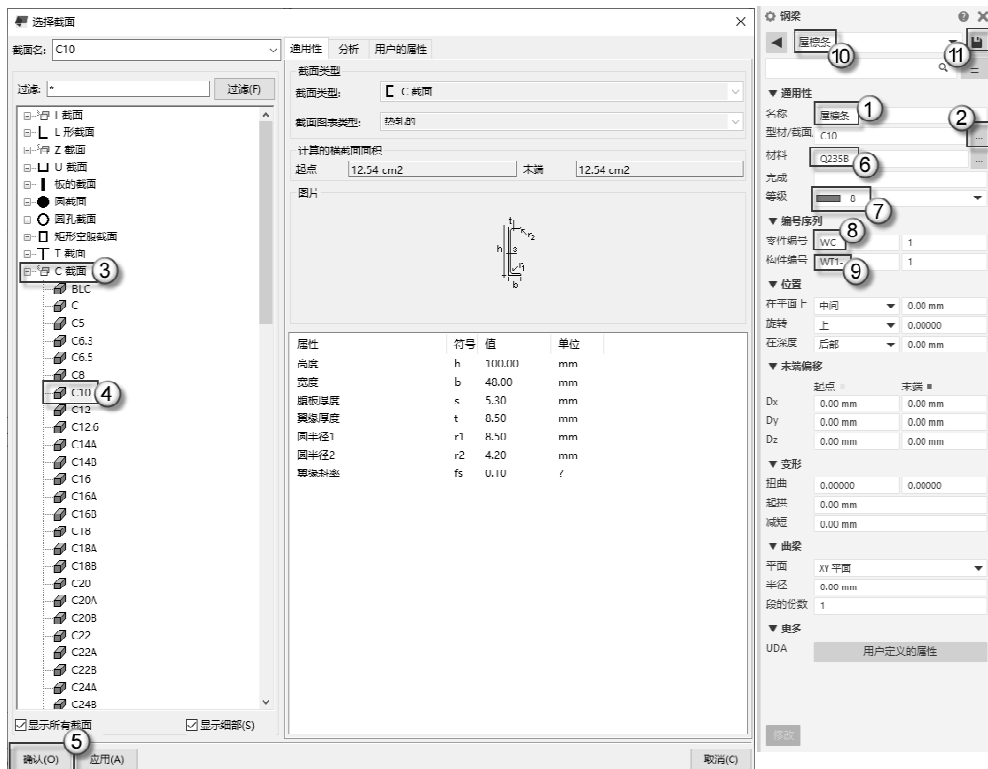

图 1.32 创建屋檩条样板
（2）创建屋檩条样板。双按 L 快捷键，侧窗格将弹出“钢梁”面板，如图 1.32 所示。在“名称”栏中输入“屋檩条”字样，在“型材/截面”栏中单击  按钮，弹出“选择截面”对话框，选择“C 截面”下的 C10 选项，单击“确认”按钮。在“材料”栏中切换为 Q235B 选项，在“等级”栏中切换为 8 号颜色，在“零件编号”中输入 WC 字样，在“构件编号”栏中输入 WT1-字样，输入“屋檩条”样板名称（图中⑩处），单击  按钮完成操作。